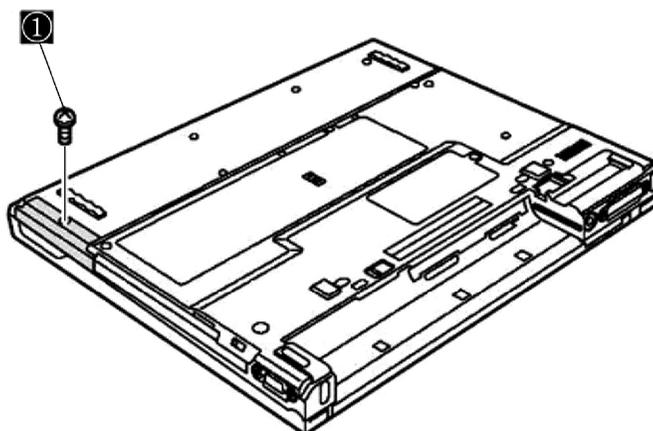

图 2-63 取掉硬盘的固定螺钉
1) 如图 2-63 所示，首先使用小十字螺钉旋具取掉硬盘的固定螺钉“①”。